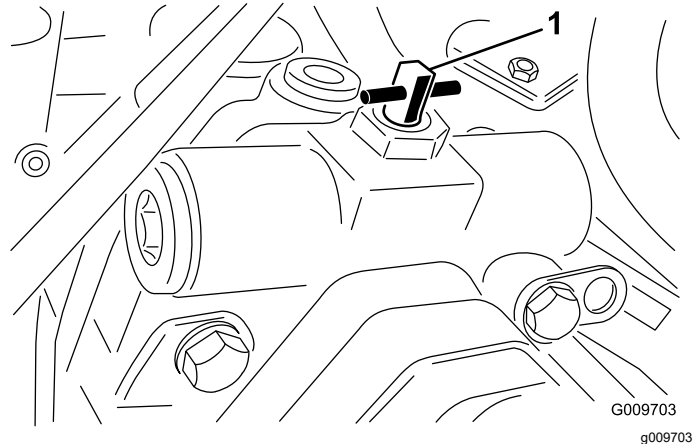

Bild 91
- Schließen Sie das Abschlepp-Sicherheitsventil indem Sie es um 90° zurückdrehen (eine Viertelumdrehung), bevor Sie den Motor anlassen. (Bild 91).